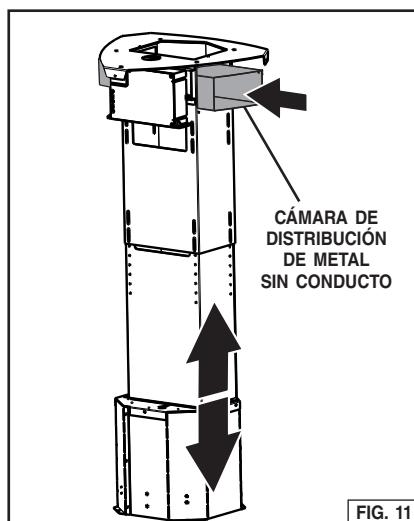

FIG. 11
- Si la unidad no está entubada, inserte la Cámara de Distribución de Metal sin Conducto en el cuerpo de la campana. Fig. 11.